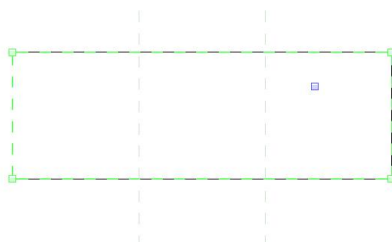

图 4-21 点击“添加分割线”后的楼板
• 点击该楼板，单击“修改 | 楼板”选项卡下“形状编辑”面板中的“添加分割线”工具，楼板四周边线变为绿色虚线，角点处有绿色高程点，见图 4-21。